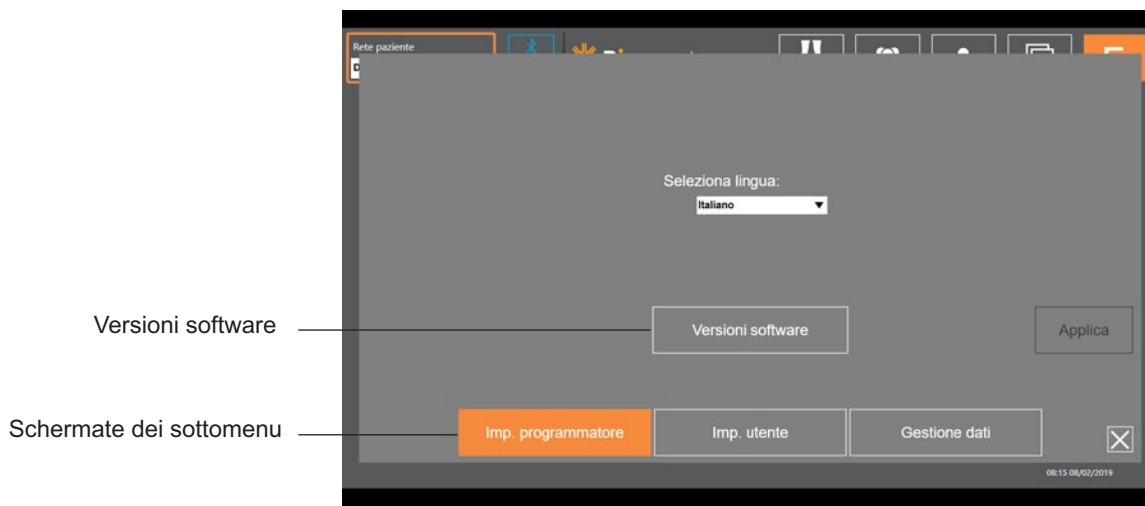
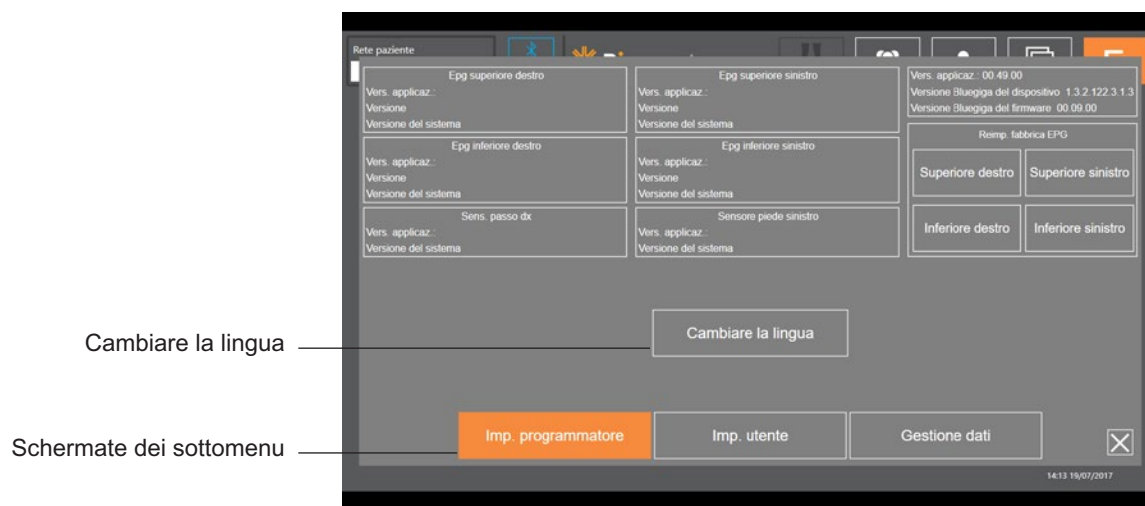

Figura 7-14: Schermata delle impostazioni dell'applicazione - modifica della lingua
Figura 7-15: Schermata delle impostazioni dell'applicazione - versioni software
Si accede alla schermata delle impostazioni dell'applicazione tramite l'icona  disponibile in basso a destra in tutte le schermate, la quale viene utilizzata per regolare le impostazioni della lingua e gestire i profili utente e i dati. La schermata delle impostazioni dell'applicazione contiene tre sottomenu che consentono di accedere ad altrettante schermate (Figura 7-14).
- Imp. programmatore: consente di selezionare l'impostazione della lingua, visualizzare le versioni del software e reimpostare gli EPG ai valori di fabbrica. Premere il pulsante Versioni software o Cambiare la lingua per alternare tra le due schermate disponibili (Figura 7-14 e Figura 7-15).
3. Fare clic sull'icona delle impostazioni dell'applicazione  e selezionare la versione del software per visualizzare le opzioni di reimpostazione ai valori di fabbrica (Figura 7-14).